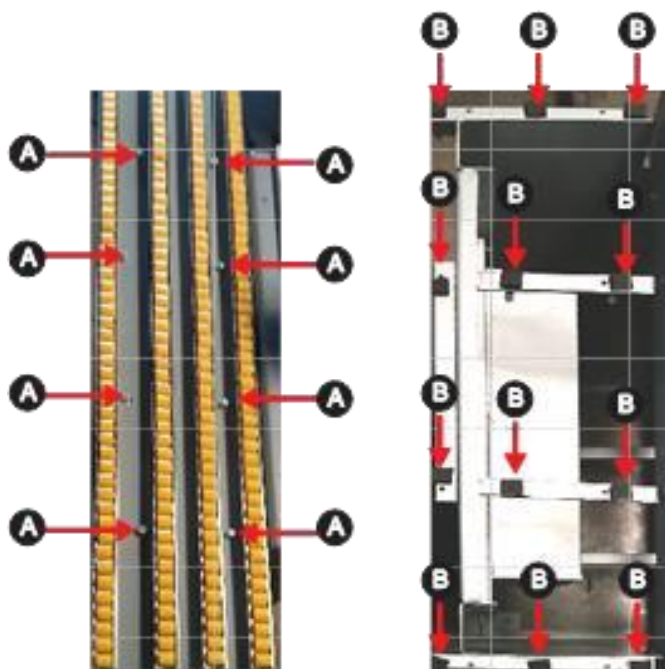

Figura 26 - Nivelamento da mesa
- Para fazer o nivelamento, desapertar levemente os **parafusos A**, de fixação, **Figura 26**;
- Fazer o alinhamento e nivelamento conforme a necessidade utilizando os **parafusos B** de regulagem, **Figura 26**;
- Após a regulagem apertar os **parafusos A** de fixação, **Figura 26**.